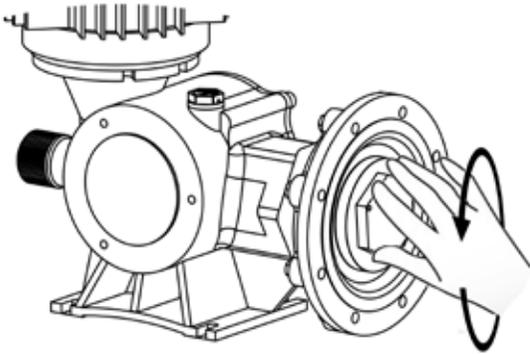
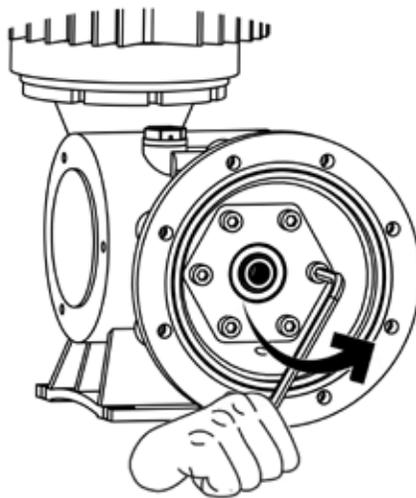

图 8
图 10
- 用手或扳手逆时针旋转膜片，膜片将被旋松与推杆分离开来。（如图 8）
- 按照 7.4 的操作方式进行完图 8 时，需将冲程调节旋钮旋至 100% 后，用扳手对角拆除过渡段上的螺栓。（如图 10）